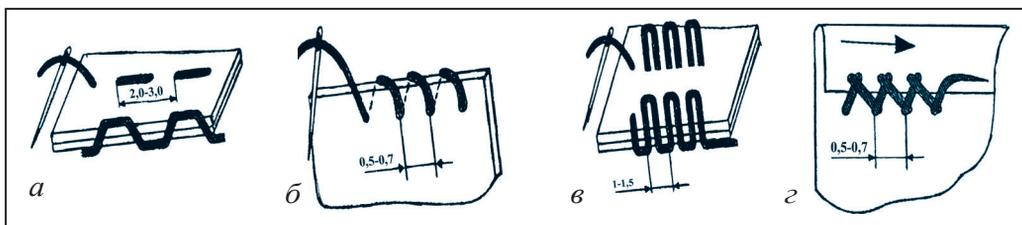

Рис.24. Ручные швы.
При шитье одежды выполняются ручные швы временного и постоянного назначения. К обычным ручным швам относятся следующие (рис.24).
2. Обметочный шов (рис.24 б).
3. Копировальный шов (рис.24 в).
4. Крестообразный шов (рис.24 з).